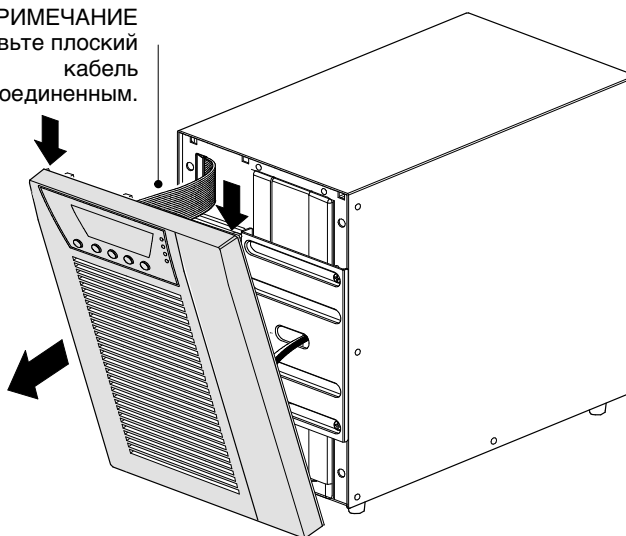

Рисунок 14. Снятие передней крышки ИБП
1. Снимите переднюю крышку ИБП (см. Рисунок 14).